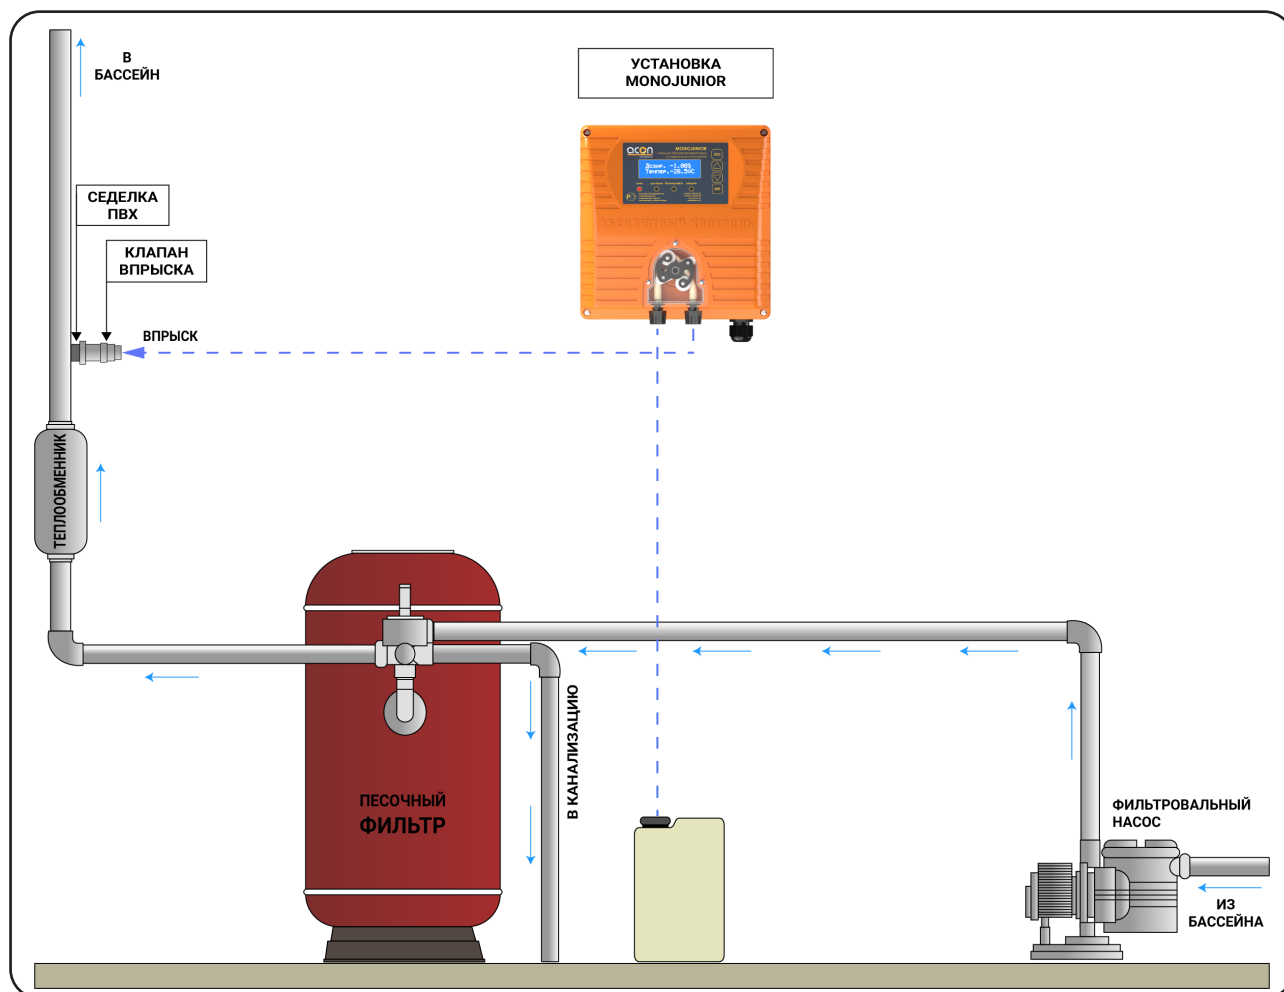

Рисунок 2. Гидравлическая схема подключения MONOJUNIOR
7) Далее, согласно гидравлической схеме (рисунок 2, **п.5**), необходимо смонтировать седелку клеевую ПВХ 1/2"BP-D50/63 на ПВХ трубу гидравлической системы плавательного бассейна.